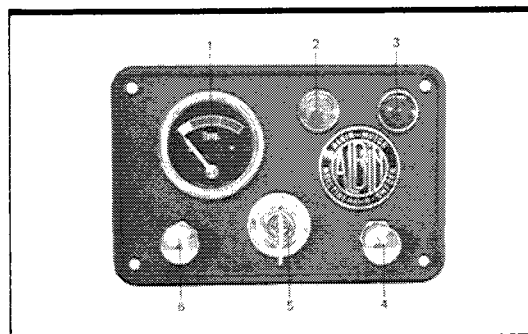
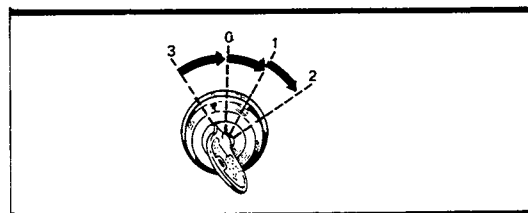

Fig. 5 Instrumenttavla
Fig. 6 Start- och tändningsnyckel
På elstartad motor kontrolleras att varningslamporna för lågt oljetryck och laddningsfel ej lyser (gul respektive röd lampa - se fig 5). Några minuter efter start skall normal driftstemperatur ha uppnåtts (indikering inom gröna fältet på temperaturmätaren).
- 2 Vrid startnyckeln medurs till läge 1 (se fig 6) och kontrollera att varningslamporna för oljetryck och laddning lyser (se fig 5 pos 2 och 3).
- 3 Tryck in nyckeln och vrid medurs tills startmotorn kopplas in (se fig 6 läge 2). Håll nyckeln kvar i detta läge tills motorn startat och
- 2 Vrid tändningsnyckeln moturs över läge 1 till 0-läget (se fig 6).
OBS! Tändningsnyckeln får ej under någon längre tid (då motorn ej köres) stå i läge 1 (fig 6) - tändspolen kommer då att skadas.